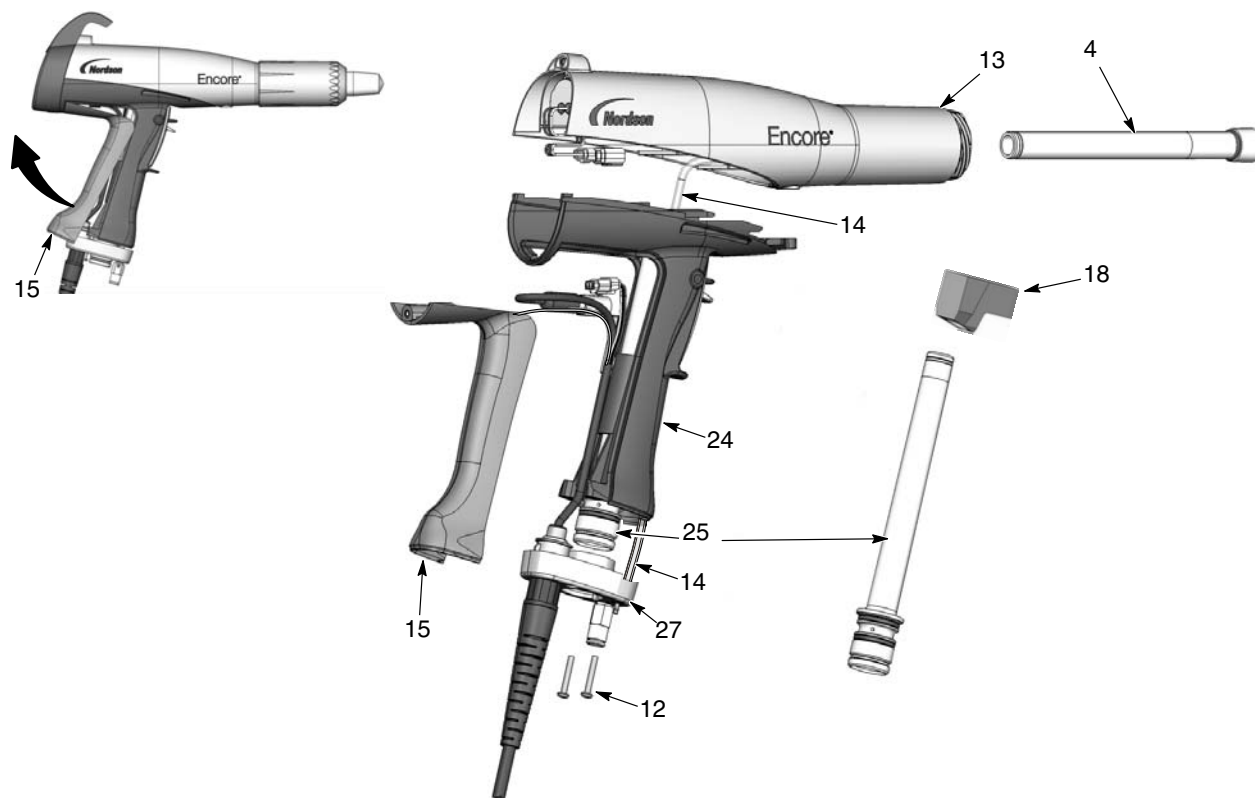

Figura 6-4 Substituição do percurso de pó
1. Consulte a figura 6-4. Retire o cotovelo (18) do tubo de entrada (25).
2. Retire os dois parafusos M3 x 20 (12) da base do punho (27). Puxe a base para fora do punho, desloque o fundo do contacto de terra (15) para cima e para fora do punho e retire-o em seguida. Deixe o fio de ligação à terra ligado ao contacto de terra.
3. Empurre o tubo de entrada (25) para cima e para fora da base, depois afaste a base e puxe o tubo de entrada para fora do punho.
4. Empurre o tubo de saída (4) para fora da parte dianteira do corpo da pistola (13).
1. Consulte a figura 6-4. Monte o tubo de saída (4) no corpo da pistola (13), com a extremidade do tubo à face com a extremidade da pistola.
2. Monte o tubo de entrada (25) no punho (24), depois monte a extremidade do tubo na base do punho (27).
3. Empurre a base do punho até ficar junto ao punho, depois enganche a extremidade superior do contacto de terra (15) no corpo e rode-o no punho. Ao montar, assegure que os fios do cabo não ficam entalados nem esmagados.
4. Monte a base do punho no punho e no contacto de terra e fixe-a com os dois parafusos M3 x 20 (12).